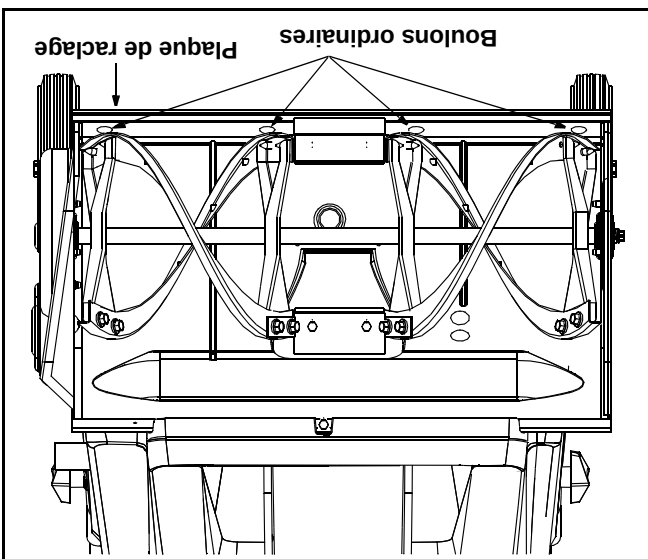

Figure 4
- Enlevez les quatre boulons ordinaire, et les écrous à six pans qui la maintiennent sur la souffléuse. Voir la Figure 4.
- Pour ajuster, basculez la souffeuse en arrière pour qu'il repose sur le guidon. Desserrez les écrous à six pans et les boulons ordinaires qui maintiennent la plaque de raclage au logement. Voir la Figure 4.